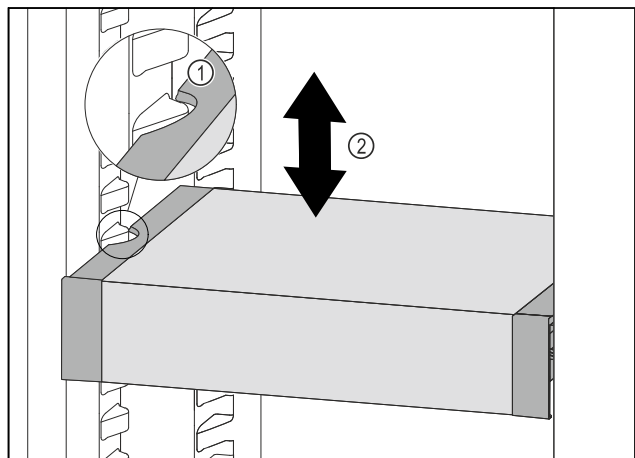

Fig. 175
- VarioSafe nach vorne ziehen, bis sich die seitlichen Aussparungen des VarioSafes auf Höhe der Behälterrippe im Kühlteil befinden. Fig. 175 (1)
- VarioSafe im Kühlteil nach oben oder unten bewegen, bis gewünschte Höhe erreicht ist. *Fig. 175 (2)*